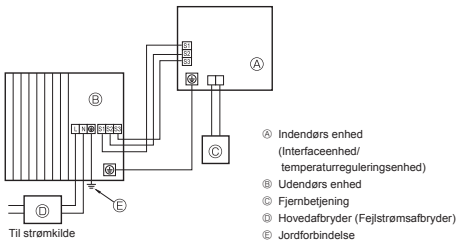
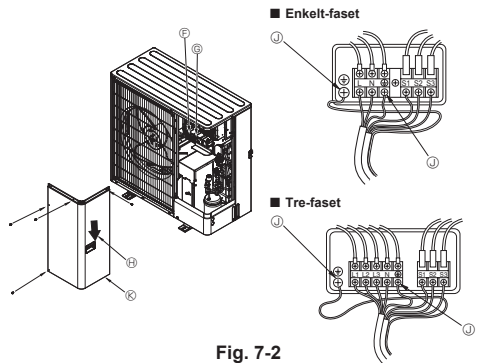

Fig. 7-1
Fig. 7-2
7.1. Udendørs enhed (Fig. 7-1, Fig. 7-2)
① Afmonter servicepanelet.
② Før kablerne som angivet i Fig. 7-1 og Fig. 7-2.